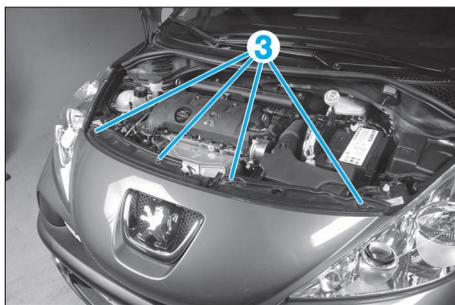

FIG. 3
- Ouvrir le capot, puis déposer les vis (3) (Fig.3).